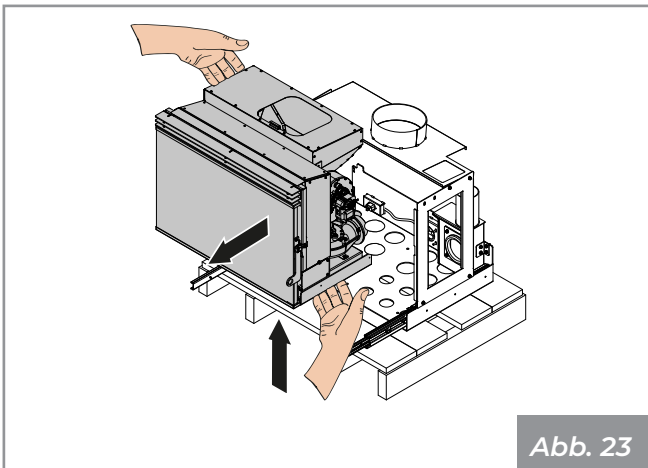

Abb. 23
- Das Gerät anheben und aus den Führungen nehmen (**Abb. 23**);